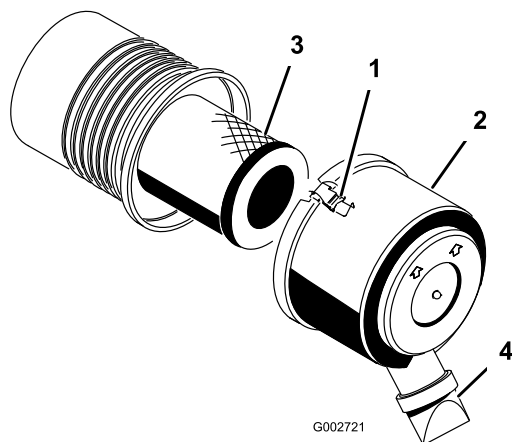

図 28
1. エアクリーナのカバーをボディーに固定しているラッチを外す 図 28。